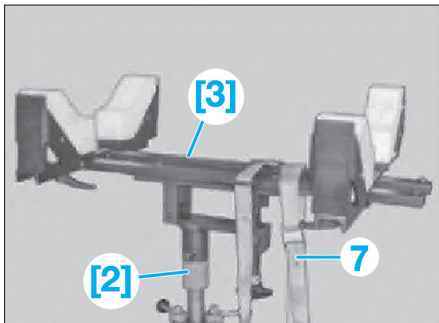

Fig. 8
- [2]. Cric hydraulique (réf BMW : 00 2 030) (Fig.8).
- Soutenir la boîte de vitesses au moyen des outils [2] et [3] (Fig.8).
- Fixer la boîte avec la sangle (7).